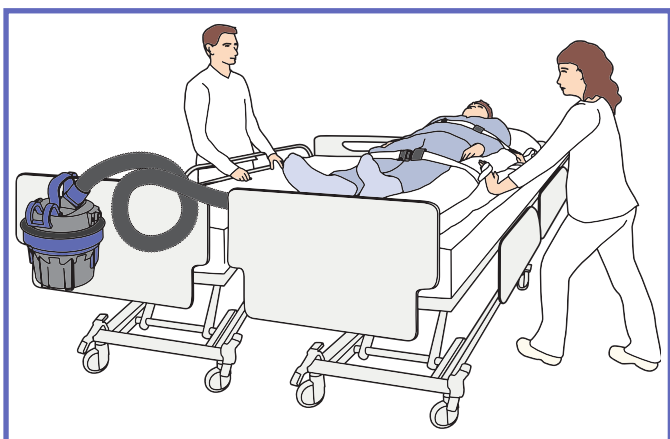

Fig. 14
11) **Udgangssiden:** Stram sikkerhedsselerne, og skub *Maxi Air*-madrassen fast imod destinationsoverfladen, se "Fig. 14".